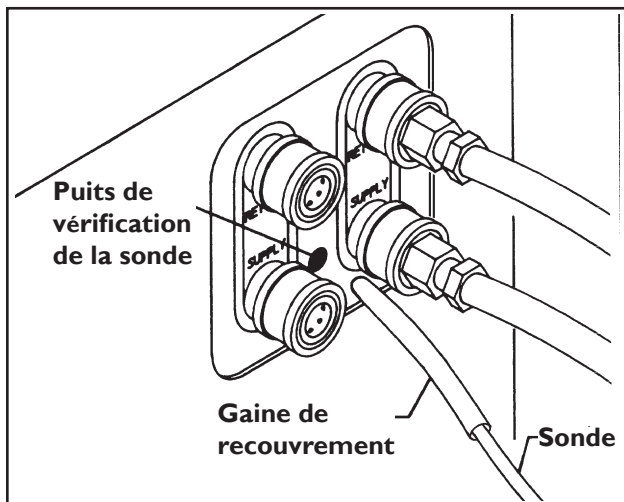

Figure 11—Puits de vérification de la sonde
- a. Insérez la sonde dans une gaine de recouvrement et ensuite dans *LE PUIXS DE VÉRIFICATION DE LA SONDE* situé à l'avant de la base de l'appareil (fig. 11, p. 16).